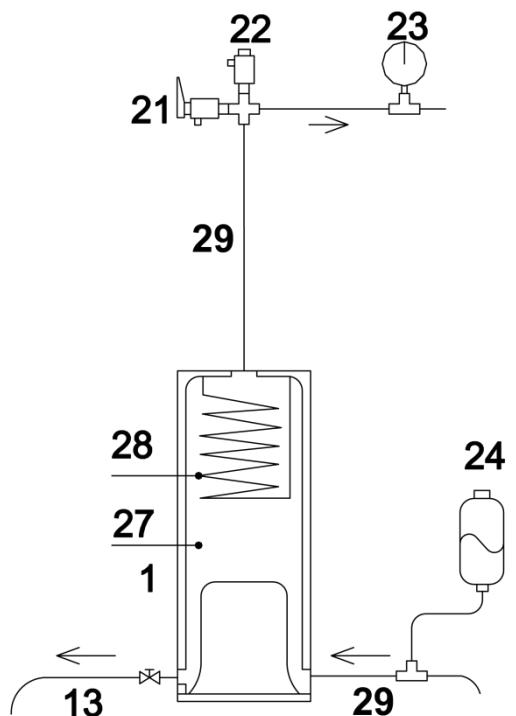

Рис.14
6. Обеспечение безопасности эксплуатации котла, с баком расширительным закрытого типа. (Рис. 14)